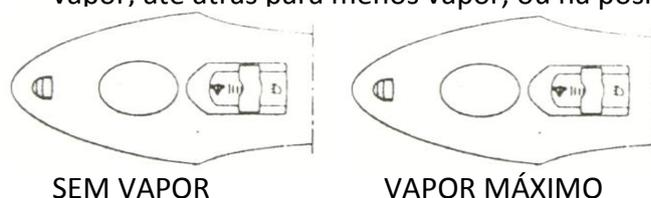

FIGURA 4
a)- Prima e empurre para activar o dispositivo de bloqueio para conseguir vapor de forma continuada como mostra na figura 4.